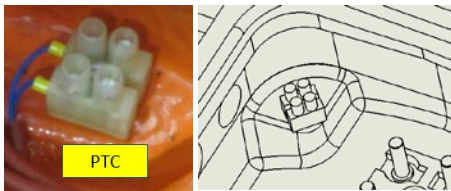

图 6.1 PTC 热敏电阻
9、除接线盒全灌封电机外, 标准 SIZE60-130 电机接线盒内装有 PTC 热敏电阻如图 6.1, 用户可根据需要接温控模块。